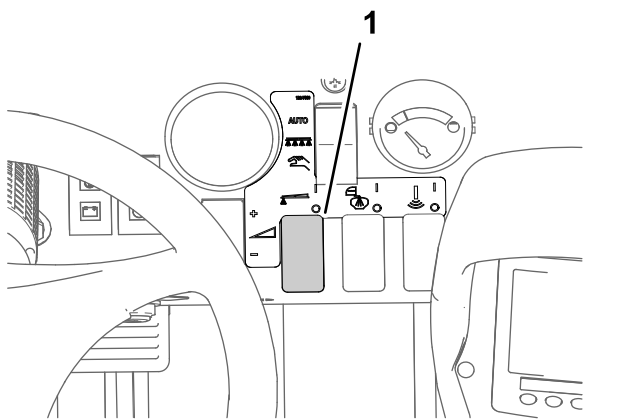

Figure 33
8. Utilisez la commande de débit de pulvérisation pour obtenir la pression voulue comme indiqué dans le guide de sélection des buses fourni avec le pulvérisateur (Figure 33).